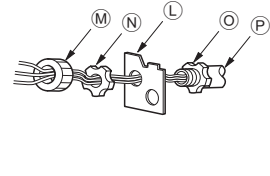

Fig. 6-3
- 2 Retire los 3 cubretornillos del panel. Retire 5 tornillos. (Fig. 6-3)
- 3 Suelte 3 ganchos. (Fig. 6-3)